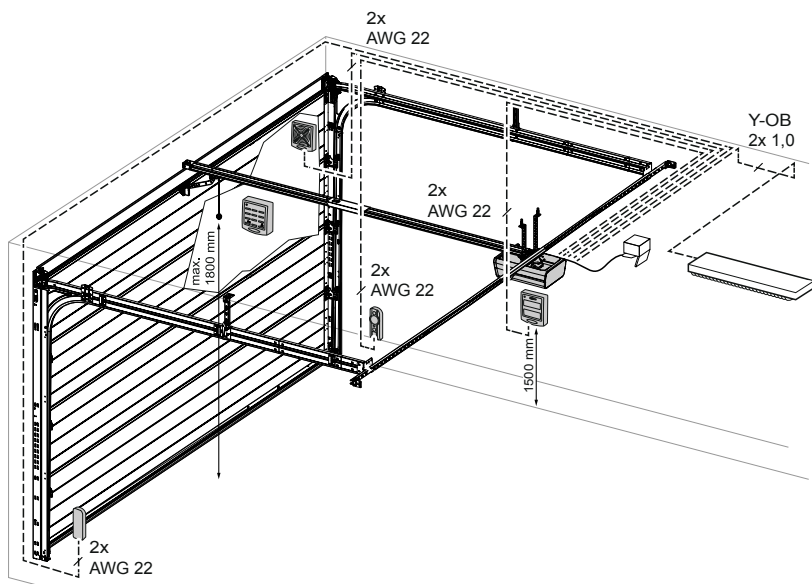

Fig. 3: Eksempel på installasjonstilbehør
Monter midtfestet (13) på løpeskinnen (fig. 3).